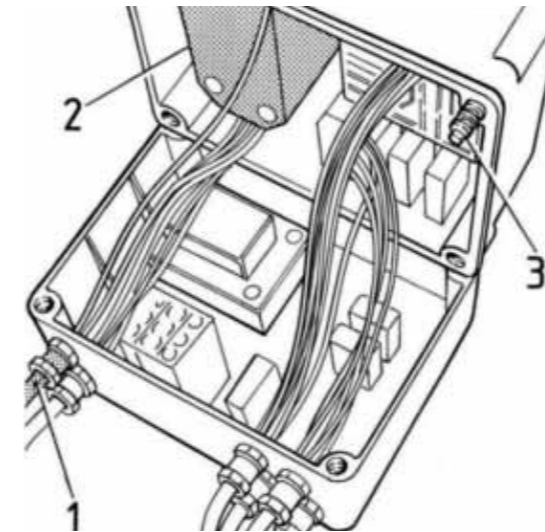

Figure 6
- Ouvrir le couvercle du tableau de commande, débrancher les conducteurs de phase L1 et L3 des bornes et les inverser. Refermer le couvercle du tableau de commande en vissant les vis correspondantes (3 - fig.6).